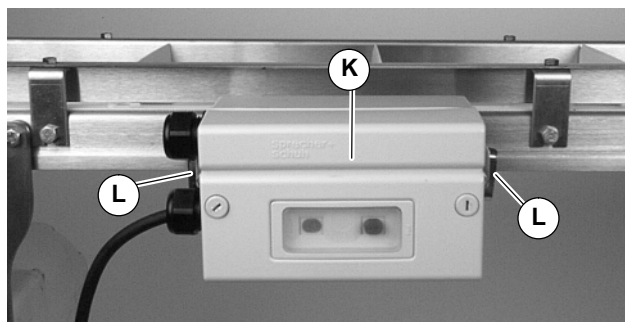

Abbildung 13
12. Den Motorstarter (K von Abb. 13) mit den Schrauben (L) an den Klemmen befestigen. Mit 10,4 Nm festziehen.